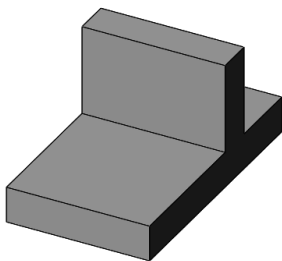

图 4-75 实体模型
- [1] 打开初始文件“Z4L11.prt”，实体模型如图 4-75 所示。